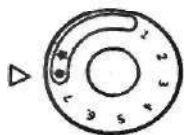

Рисунок 2
2.3.4.1 Изначально ручка управления находится в положении «точка» (рисунок 2). Запальная и основная горелки погашены (подача газа к ним заблокирована).
2.3.4.4 Выключение устройства производится путем поворота ручки управления в положение «точка» • (рисунок 2). При этом запальная и основная горелка (если горят) погаснут.